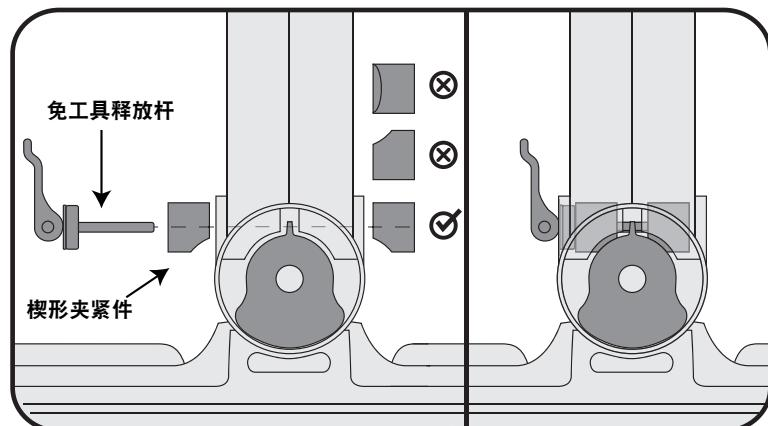

图 2. 确保楔形夹紧件曲面向下安装
- 确保正确安装楔形夹紧件，使其曲面向下装到倾斜操纵架底部两边，每边一个。每个楔形夹紧件都应正确安装，与枢轴轴毂配合适当。请参见图 2 和本文档开头的《警告》部分。